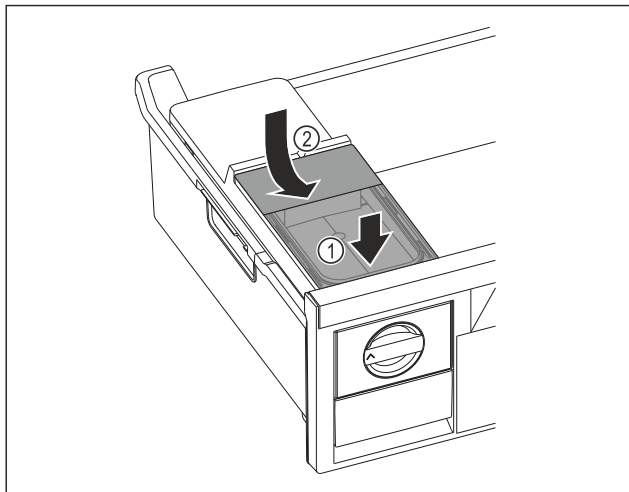

Fig. 110
- ▶ Установите бак для воды спереди. Fig. 110 (1)
- ▶ Опустить бак для воды сзади. Fig. 110 (2)